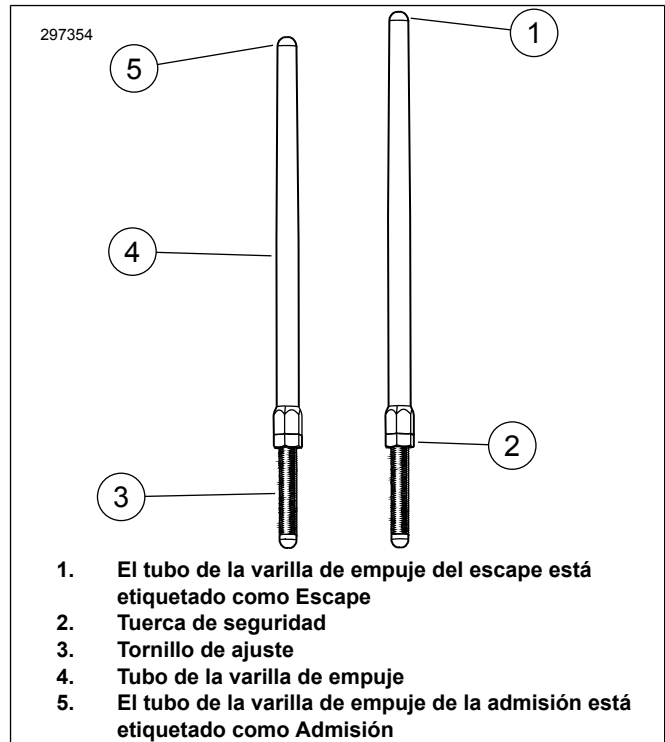

Figura 3. Varilla de empuje ajustable
6. Figura 3 Afloje las tuercas de seguridad en todas las varillas de empuje y ajústelas a su longitud más corta.